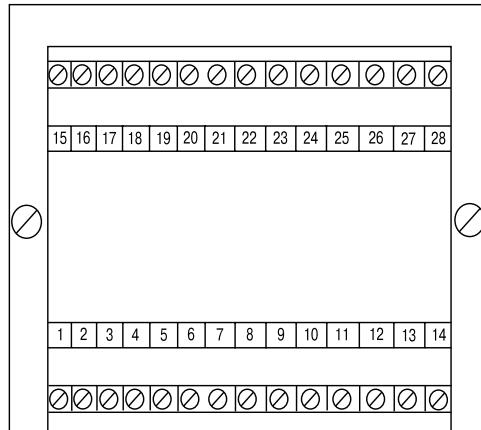

Рис. 2
3.1.3. На задней части корпуса находятся две клеммные колодки (**рис. 2**). Схема подключения, а также назначение контактов приведены в прил. Б, **рис. Б.1**, **табл. Б.4**.